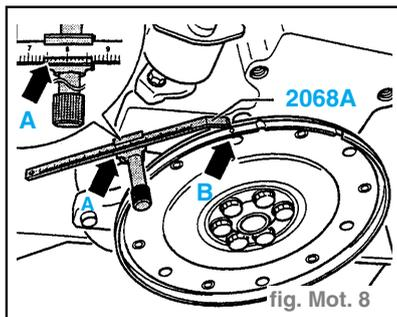

fig. Mot. 8
- Visser le dispositif de réglage 2068A comme indiquée. (fig. Mot. 8)